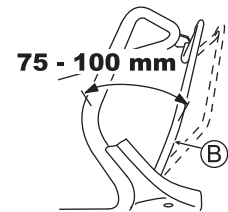

Fig. 32
Régalez de telle façon que la machine fonctionne (l'embrayage s'engage) lorsque la distance entre le levier d'embrayage (B) et le guidon est de 75 - 100 mm ainsi qu'illustré dans la Fig. 32.